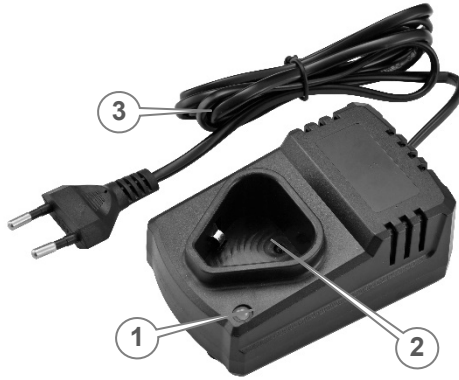

Рисунок 5. Загальний вигляд зарядного пристрою.
- контролювати ступінь зарядження акумулятора за кольором індикатору (1, рис. 5);